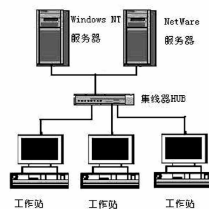

图 1
④用户帐号不能共享。因
为各工作站一直运行于两种不同的网络环境,所以在服务器上需分别创建各自的用户帐号,无法实现帐号的共享,不便于对用户帐号的集中管理;⑤数据备份工作量较大。两类服务器需要各自的备份服务,同一数据有时要重复进行两次备份操作。无网关集成结构见图 1。